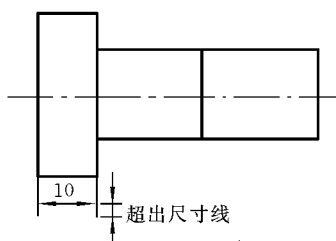

图 6.8 “超出尺寸线”示例
(2) 在“尺寸界线”框架中,常用选项解释如下。
① 超出尺寸线:尺寸界线超出尺寸线的长度。如图 6.8 所示。